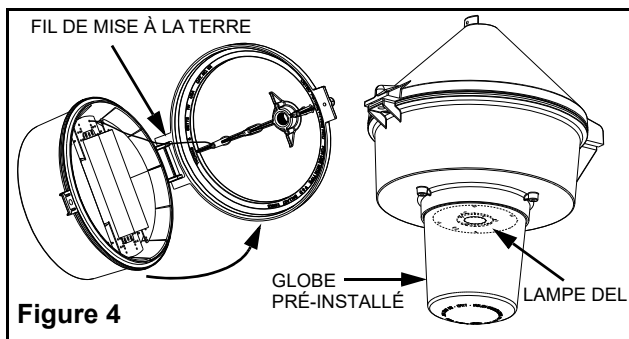

Figure 4
4. Suspendre l'assemblage de luminaire sur l'articulation du support de luminaire (Figure 4).
5. Fixer le fil de mise à la terre fourni avec l'assemblage à la vis de mise à la terre fournie dans le support (Figure 4). Connecter les fils d'alimentation aux conducteurs du pilote de l'assemblage de luminaire.